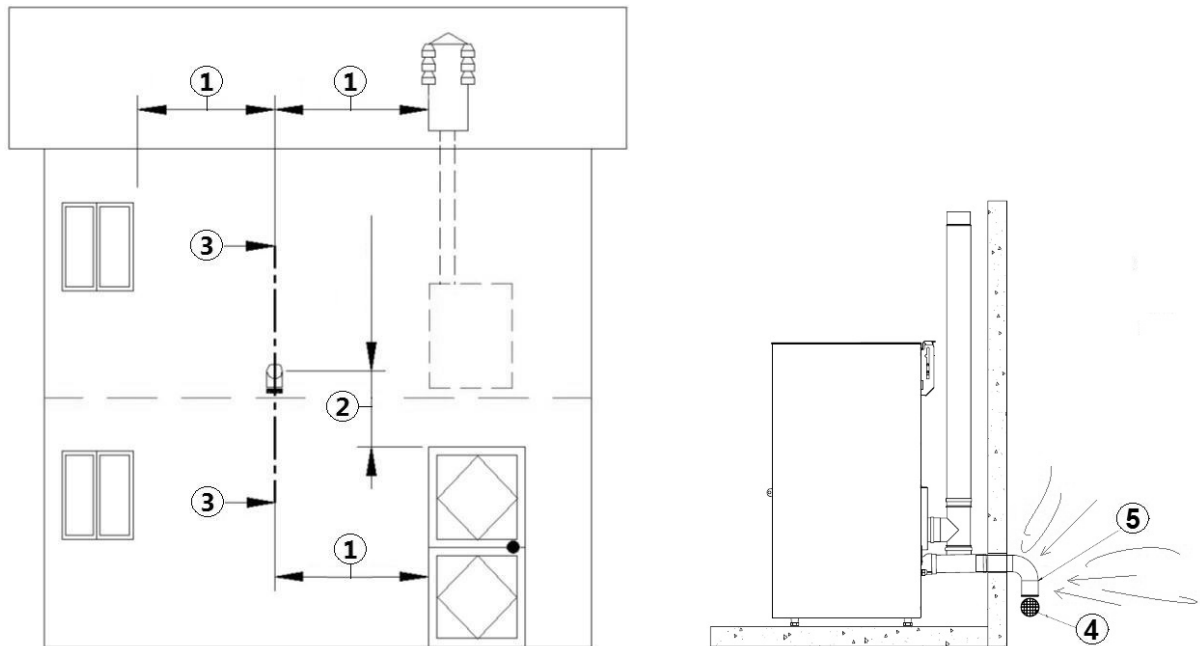

Fig. 11 - Öffnung für die Verbrennungsluft für eine hermetisch dichte Installation
LEGENDE	Fig. 11
- An der Außenwand muss eine 90°-Krümmung installiert werden, um die Verbrennungsluftzufuhr von den Auswirkungen des Windes zu schützen: Die Öffnung der Krümmung nach unten richten, siehe **Fig. 11**.